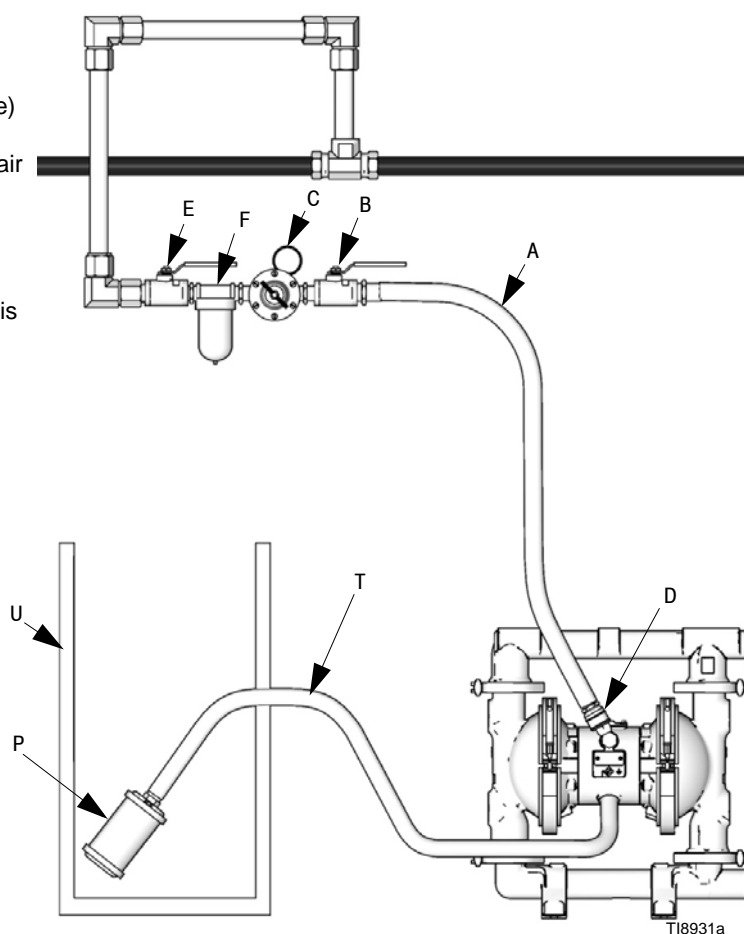

FIG. 4 Ventilation de l'air d'échappement
Une membrane défectueuse provoquera l'échappement du fluide pompé en même temps que l'air. Placez un réservoir approprié à l'extrémité de la conduite d'échappement d'air afin de récupérer le fluide. Voir FIG. 4.
1. Retirez le silencieux (P) de l'orifice d'échappement d'air de la pompe.
2. Installez un flexible d'échappement d'air mis à la terre (T) et branchez le silencieux (P) à l'autre extrémité du flexible. La taille minimale du flexible d'échappement d'air est un diamètre intérieur de 19 mm (3/4 po.). Si un flexible plus long que 4,57 m (15 pi.) est nécessaire, utilisez un flexible de plus grand diamètre. Évitez les angles trop aigus et les nœuds dans le flexible.
3. Placez un réservoir (U) à l'extrémité de la conduite d'échappement d'air pour récupérer le fluide en cas de rupture d'une membrane. Voir FIG. 4.